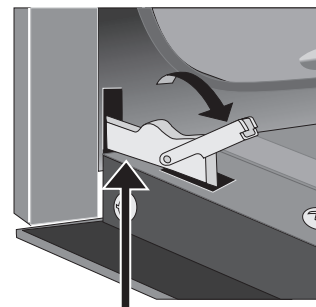

Figure 9: Déverrouillez les charnières pour retirer la porte
2. Abaissez complètement les verrous des charnières de gauche et de droite du cadre du four vers la porte du four (Figure 9). Vous pourriez avoir besoin d'un petit tournevis à tête plate.